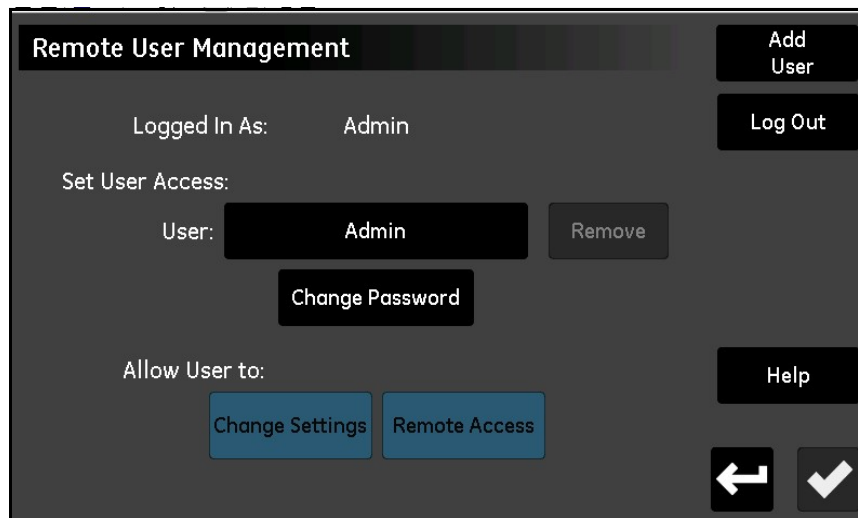

Figura 71: Tela Gerenciamento de usuários na Web
Insira a sua senha e toque no botão **Fazer login**. Em um login bem-sucedido, a tela *Gerenciamento de usuários da Web* mostrada na *Figura 71* abaixo é aberta.
A senha do **Operador** deverá ser alterada assim que possível. As etapas para alterar a senha do **Operador** são as mesmas que para alterar a senha do **Admin** (veja a seção anterior). Selecione a conta do **Operador** a partir da tela *Gerenciamento de usuários da Web* (veja *Figura 71* na página 78) e depois insira e confirme a nova senha.
4. Toque no botão **Fazer login** para abrir a tela *Gestão remota de usuário* (veja *Figura 71 na página 78*).